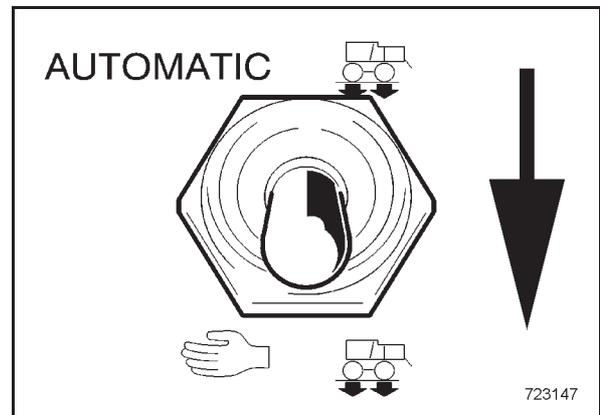

Bild 58
- Kippschalter (Bild 58) auf Symbol "Hand" stellen.